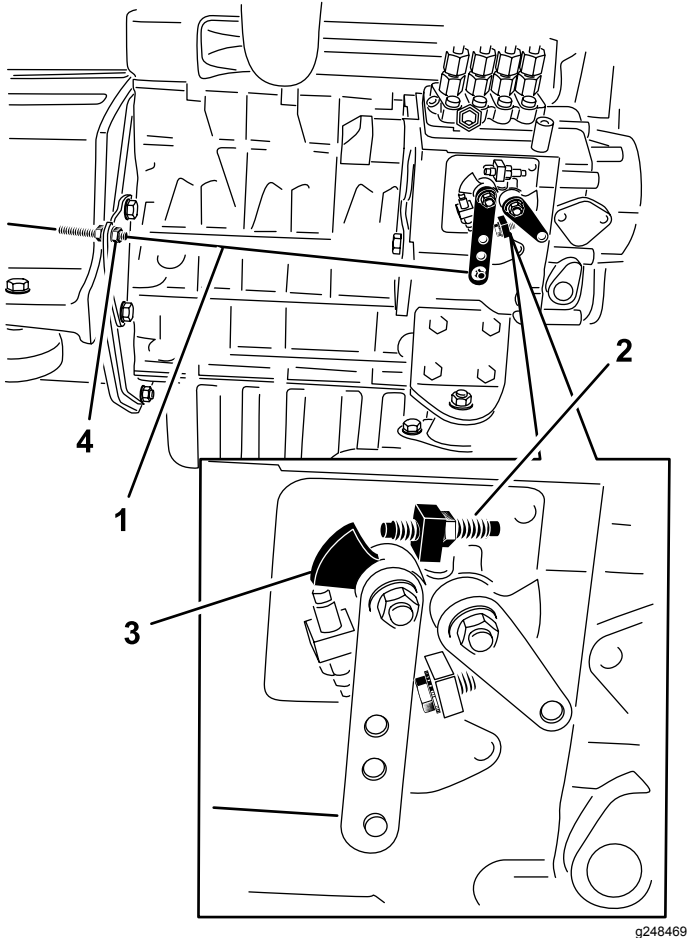

Figura 33
2. Compruebe la posición de la palanca de control de velocidad de la bomba de inyección de combustible. La palanca de control de velocidad debe estar en contacto con el tornillo de alta velocidad cuando la palanca de control del acelerador está en la posición de RÁPIDO (Figura 33).
3. Si es necesario, ajuste la posición de las contratuercas del cable de control del acelerador hasta que la palanca de control de velocidad entre en contacto con el tornillo de alta velocidad cuando la palanca de control del acelerador está en la posición de RÁPIDO (muesca) (Figura 33).